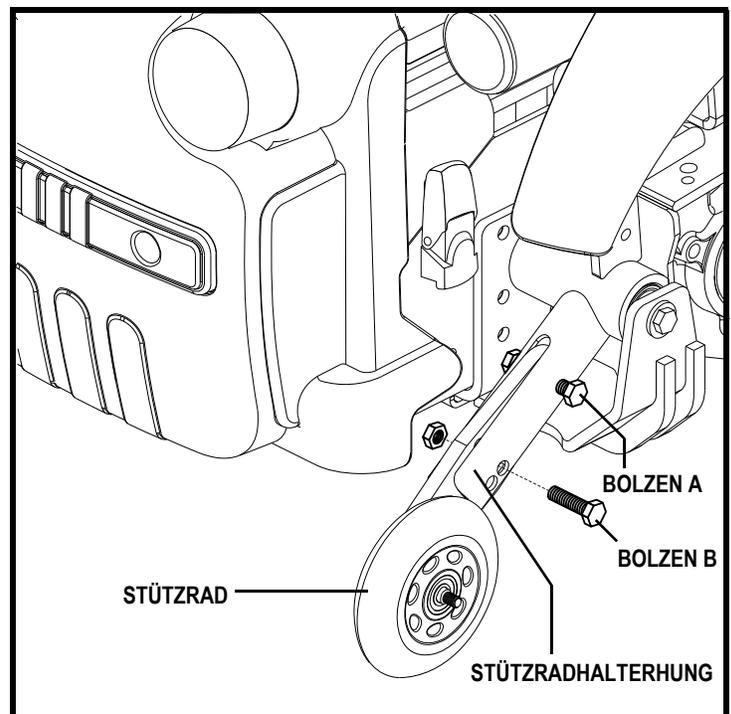

Abb. 19. Stützradbaugruppe
1. Löse Bolzen A. **Siehe Abbildung 19.**
3. Heben oder Senken Sie das Stützrad in 1,27 cm (0,5 in.) oder 2,5 cm (1 in.) Schritten durch die Übereinstimmung der geeigneten Einstellbohrungen. **Siehe Abbildung 19.**